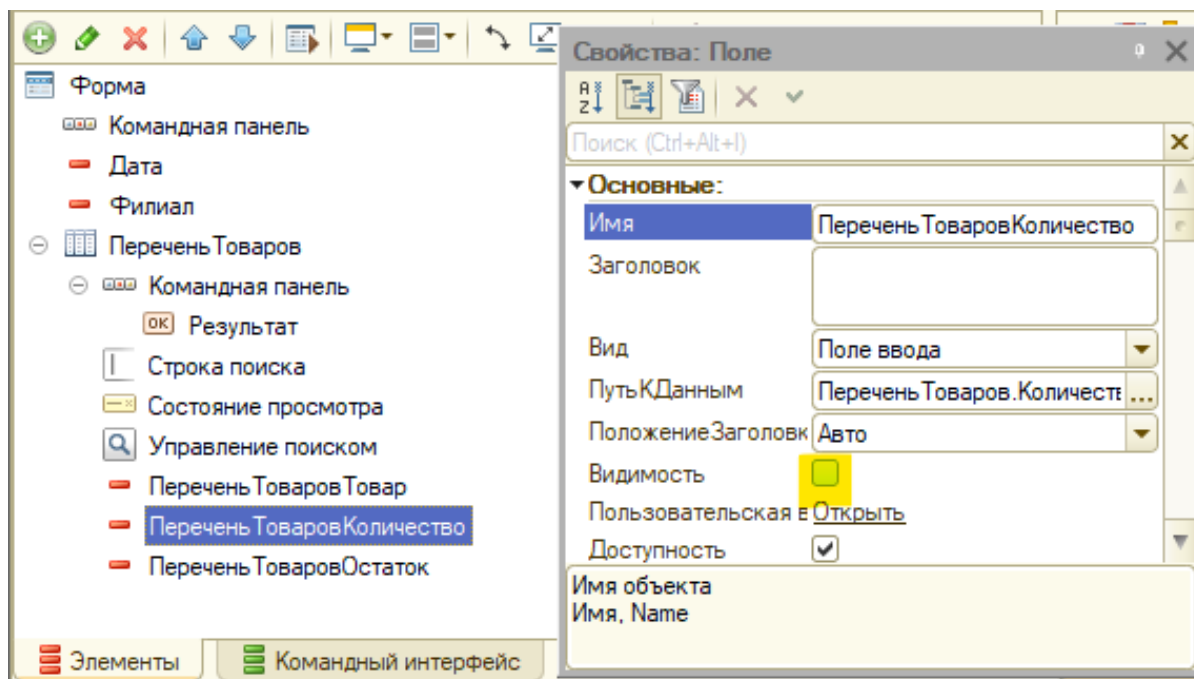

Рис. 5.51. Свойства поля «ПереченьТоваровКоличество»
3. Внимание! На форме необходимо снять галочку со свойства «Видимость» у поля «ПереченьТоваровКоличество» (рис. 5.51).